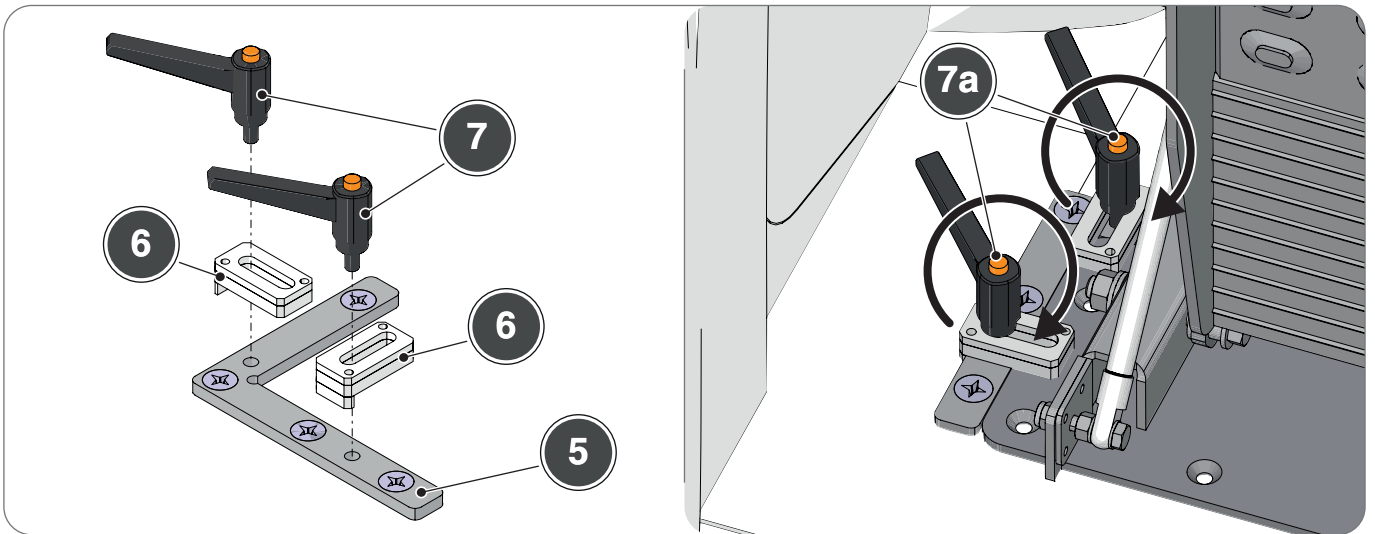

Fig. 2.22
AVVERTENZA: Per rimontare la rampa occorre riposizionare il basamento come illustrato in (Fig.2.22). Portare i fermi (6) a contatto con il basamento e stringere le maniglie (7).